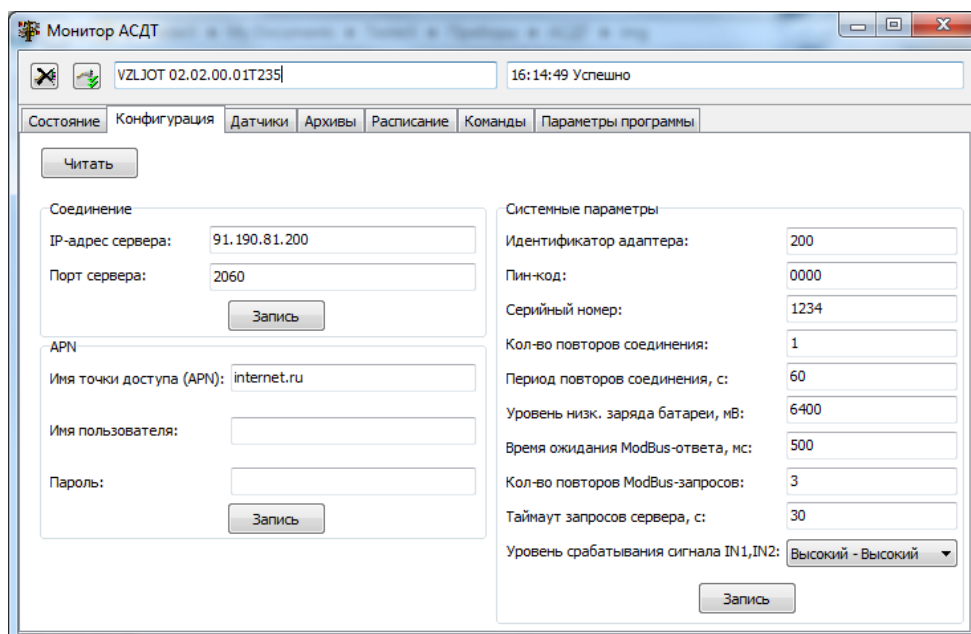

Рис.5. Вид вкладки «Конфигурация».
3.1.4. На вкладке **Конфигурация** (рис.5) введите значения параметров соединения с диспетчерским ПК и значения системных параметров адаптера, после чего нажмите кнопки ◀ **Записать** ▶ в каждой из областей вкладки.